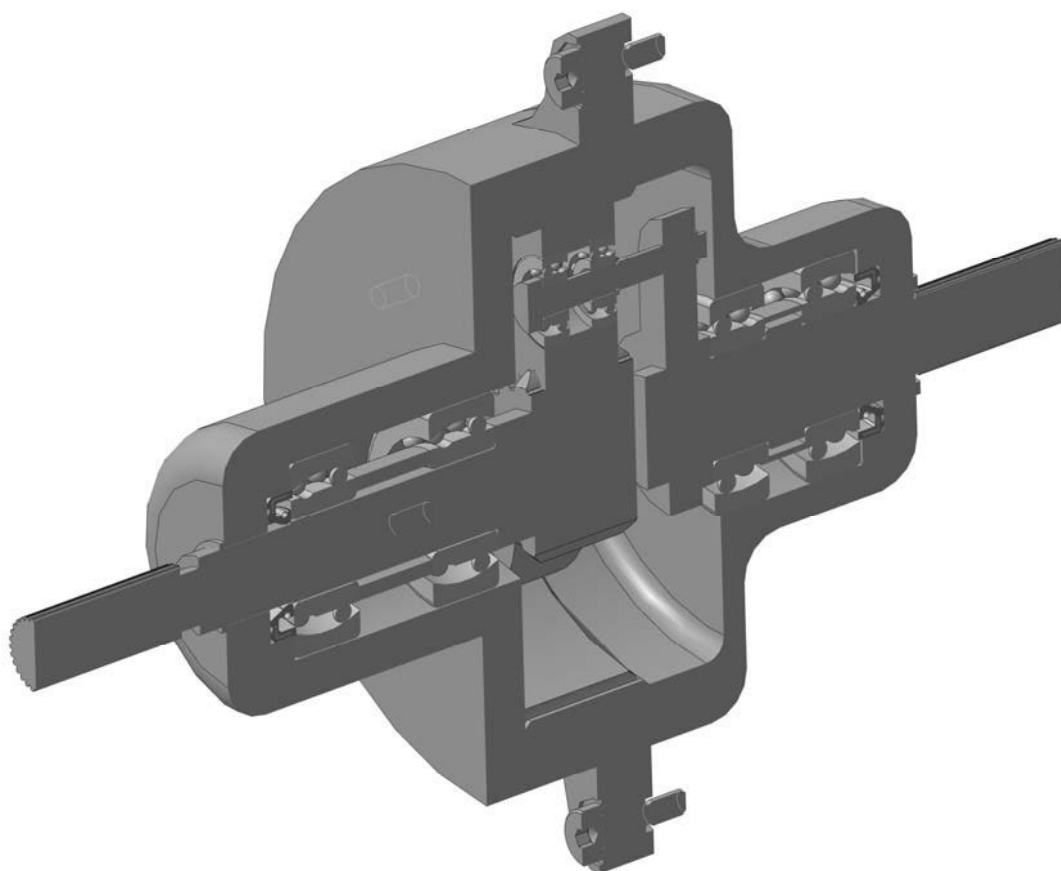

Рисунок 35 – Редуктор в сборе
- 7 Закончить сборку редуктора с крышками и элементами оформления (рисунок 35).